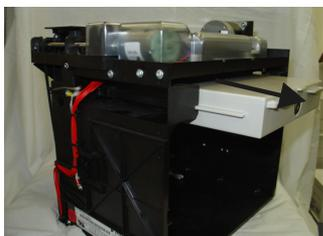

Figura 4-13. Retire el cartucho de rechazos.
1. Deslice la bandeja de rechazos para sacarla de su compartimiento en el mecanismo dispensador. Ubique la bandeja en una superficie plana. (Figura 4-13)